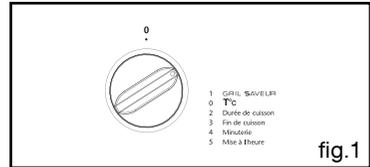

fig.1
L'affichage de la fin de cuisson clignote pour indiquer que le réglage est alors possible (fig.1).
- positionnez le sélecteur de programme sur la position "minuterie" (fig.1). Le symbole minuterie  -> 0.00 et un petit sablier clignotent.